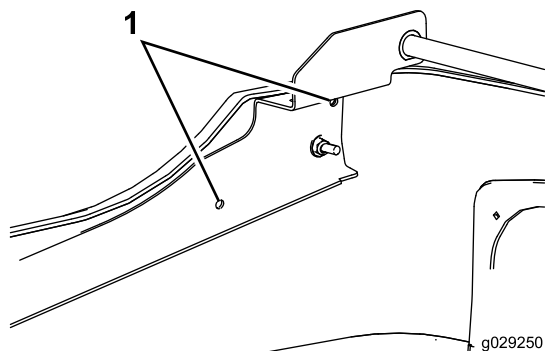

Bild 3
8. Verwenden Sie die linke und rechte Scharnierhalterung der Haube und eine Schablone und bohren Sie zwei 8,5 mm große Löcher in jede Seite der Motorhaube (**Bild 3**).